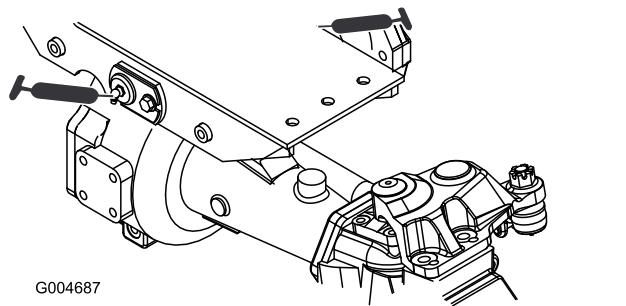

Figura 65
- Casquillos de los pivotes de los ejes delantero y trasero (2) (Figura 65).